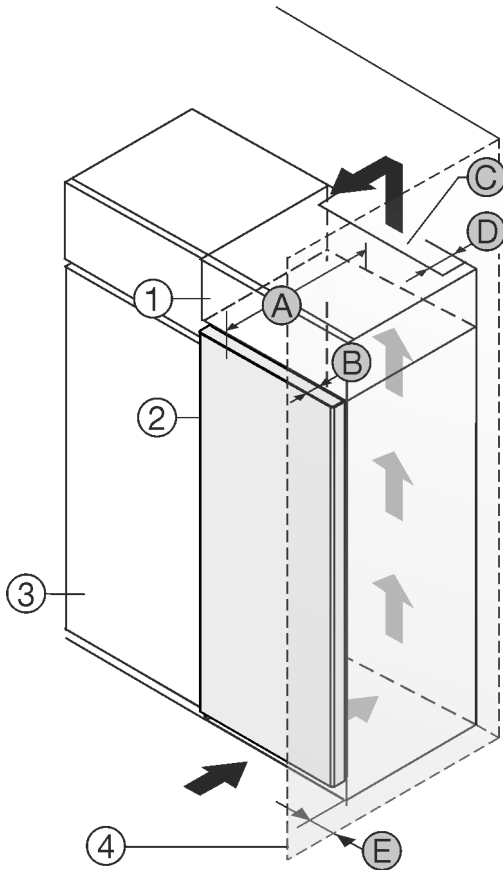

Fig. 1
Μπορείτε να τοποθετήσετε τη συσκευή ακριβώς δίπλα από το ντουλάπι κουζίνας Fig. 1 (3).\*
Στην πίσω πλευρά του επικαθήμενου ντουλαπιού πρέπει να υπάρχει ένα κενό εξαγωγής αέρα με βάθος Fig. 1 (D) σε όλο το πλάτος του επικαθήμενου ντουλαπιού.\*
Κάτω από την οροφή του δωματίου πρέπει να τηρείται η διατομή εξαερισμού Fig. 1 (C).\*
Εάν τοποθετήσετε τη συσκευή με τους μεντεσεδες δίπλα σε κάποιον τοίχο Fig. 1 (4), τότε πρέπει η απόσταση ανάμεσα στη συσκευή και στον τοίχο να ανέρχεται σε τουλάχιστον 13 mm.\*
Για να μπορείτε να ανοίγετε τελείως την πόρτα, πρέπει η συσκευή να προεξέχει κατά το βάθος της πόρτας Fig. 1 (B) από την πρόσοψη του ντουλαπιού κουζίνας. Η συσκευή μπορεί να προεξέχει περισσότερο, ανάλογα με το βάθος των ντουλαπιών κουζίνας Fig. 1 (3) και την χρήση αποστατών τοίχου.\*